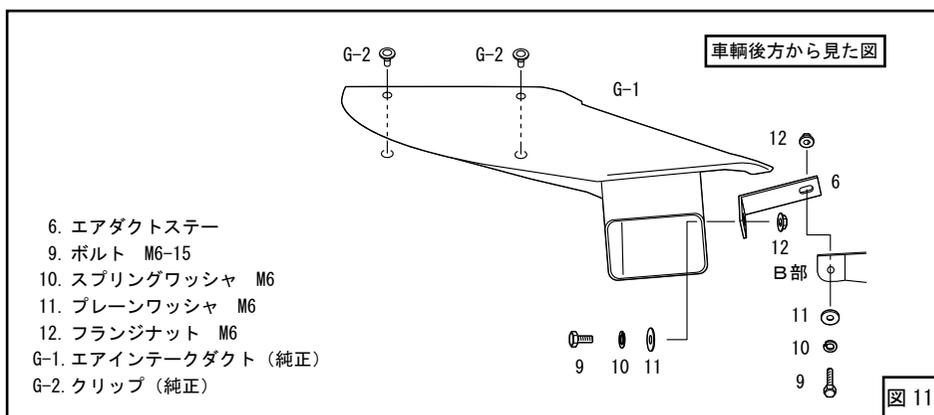

図8
(4) パワーフロー本体がボディなどと干渉しないように位置を決めてください。位置が決まったら、ホースバンド・ボルトを固定してください。この時ホースバンド・ボルトを締めすぎないようにしてください。(図8)